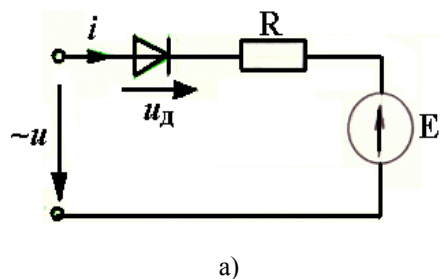

Рис. 5.3
5.3.2. Аккумуляторная батарея, ЭДС которой  $E = 12$  В и внутреннее сопротивление  $R = 6$  Ом, подключена через идеальный диод к источнику синусоидального напряжения с амплитудой 24 В (рис. 5.3, а) и частотой  $f = 50$  Гц. Характеристика диода дана на рис. 5.3, б.
Судя по вольт-амперной характеристике идеального диода (рис. 5.3,б), когда диод открыт и проводит ток, напряжение на диоде  $u_d = 0$  и из уравнения (5.1) ток